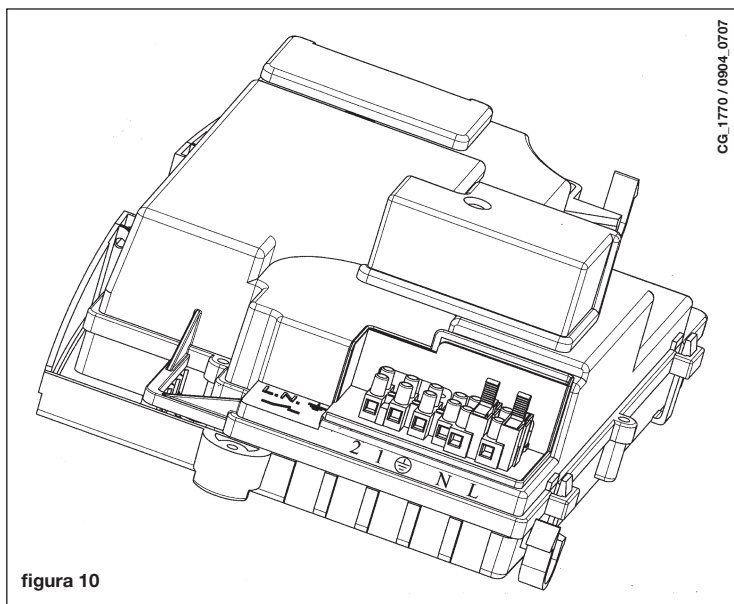

figura 10
- retirar la tapa y acceder a la zona de las conexiones eléctricas (figura 10).
- acceder al tablero de bornes de alimentación (figura 10);
- conectar el termostato ambiente a los bornes (1) y (2) y quitar el puente.